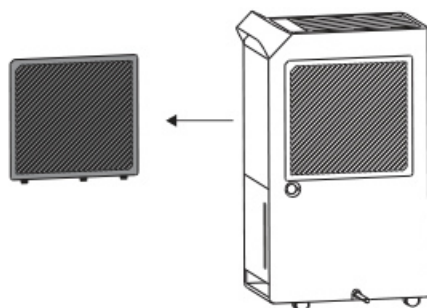

Рис. 5.
8. Чистка фильтра (Рис. 5). Достаньте фильтр, промойте его в мыльной воде, прополощите в чистой воде, высушите и вставьте на место. В среднем, необходимо проводить чистку фильтров не реже чем раз в две недели при постоянном использовании. Иначе производительность прибора может снизиться.